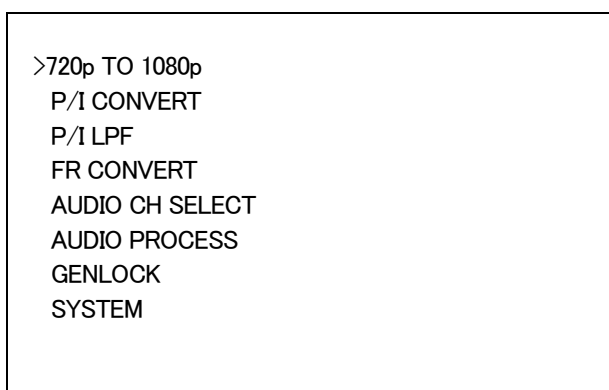

図5-1 オンスクリーンメニューのメインメニューの表示
このとき約2秒以上MENUを押し続けると、オンスクリーンメニューが表示されます。(図5-1参照)
- (3) カーソルが左の項(図5-1)にある状態でツマミを回し、設定する項目を選択します。
- (4) ENTERを押すと設定項目が表示され設定することができます。